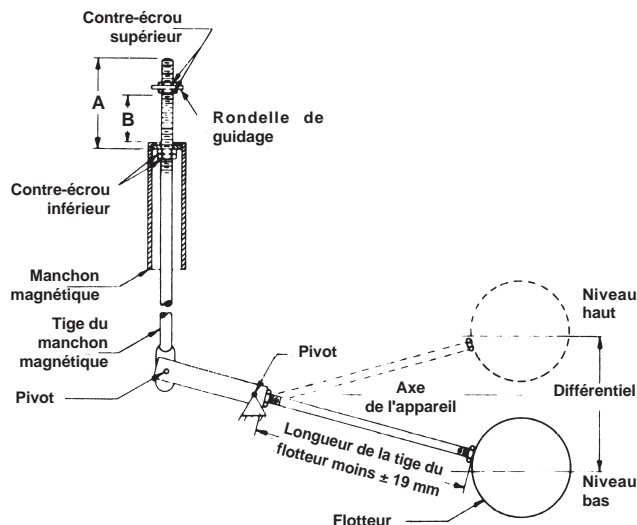

Figure 2
- Démonter l'ensemble du boîtier de commutateur en desserrant l'écrou hexagonal situé juste en dessous de la base du boîtier. Lorsque le boîtier du commutateur est démonté, les contre-écrous et le manchon magnétique sont accessibles, comme représenté dans la **Figure 2**. En faisant monter le contre-écrou inférieur ou descendre le contre-écrou dans les directions contraires augmente évidemment le différentiel. La première étape de tout réglage consiste à mesurer la position du contre-écrou inférieur (dimension A).